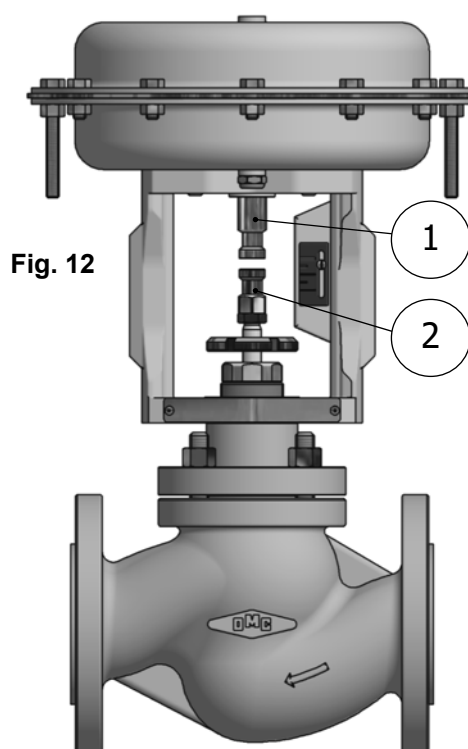
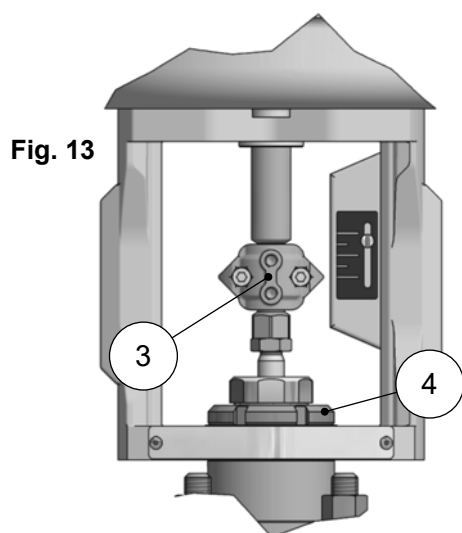
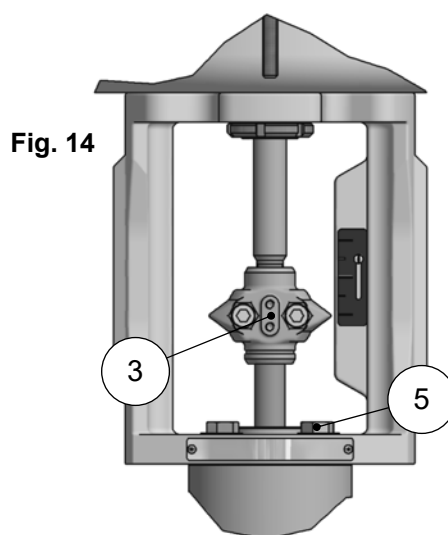

Fig. 12
Fig. 13
Fig. 14
- ♦ Positionnez l'actionneur sur la vanne Fig.12
- ♦ Fournir de l'air à l'actionneur en amenant la tige (1) à toucher la tige (2) Fig.12
- ♦ En se référant à la Figure 13 ou à la Figure 14, sur la base de l'actionneur disponible, monter la pince (3) en prenant soin d'aligner les tiges (1) et (2) Fig.12.
- ♦ En se référant à la Figure 13 ou à la Figure 14, sur la base de l'actionneur disponible, serrer la bague (4) ou les vis (5).
- ◆ Positionner l'actionneur sur la vanne Fig.12
- ◆ En se référant à la Figure 13 ou à la Figure 14, sur la base de l'actionneur disponible, monter la borne (3) en prenant soin d'aligner les tiges (1) et (2) Fig.12.
- ◆ En se référant à la Figure 13 ou à la Figure 14, sur la base de l'actionneur disponible, serrer la bague (4) ou les vis (5).